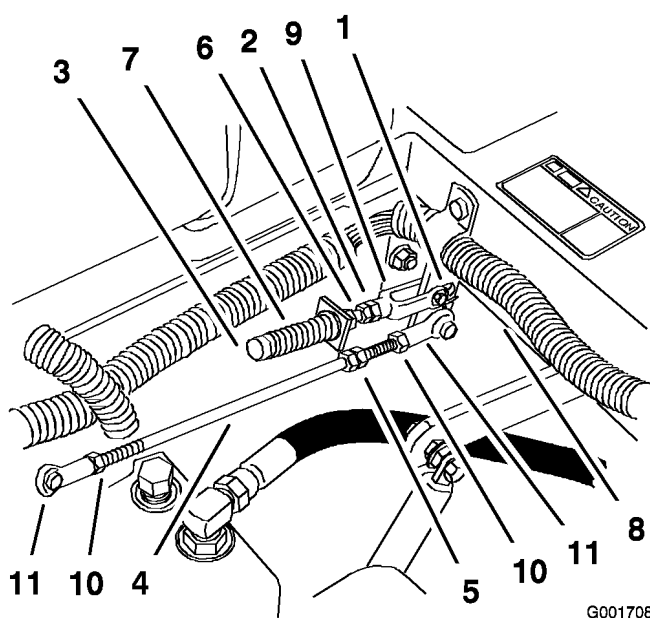

Figura 56
1. Afloje las contratueras de la articulación esférica de la varilla de control de la bomba (Figura 56).
3. Ajuste la longitud de la varilla de la bomba girando las tuercas dobles de la varilla, en el sentido apropiado, hasta que la rueda quede estacionaria o se mueva muy lentamente en marcha atrás (Figura 56).
6. Apriete las contratuercas de las articulaciones esféricas (Figura 56).